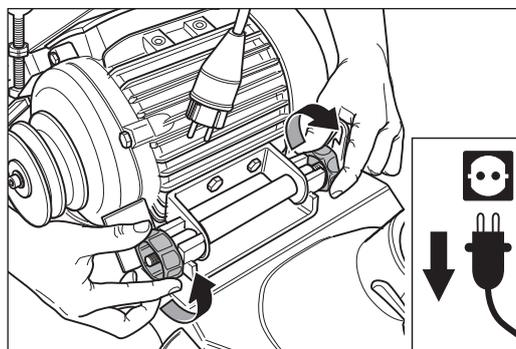

Abb. 42 Die beiden Motormuttern lösen.
- 4 Lösen Sie die beiden Motormuttern an der Motoraufhängung (Abb. 42).